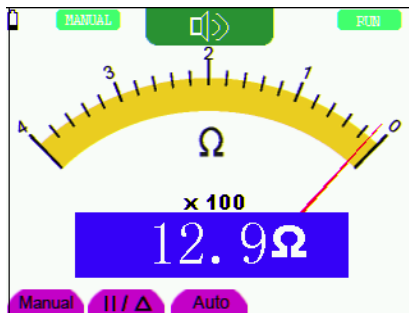

Рисунок 23. Прозвонка электрической цепи
4. Подсоедините красный и черный измерительные провода к обследуемой цепи. Если ее сопротивление окажется меньше 50 Ом, осциллограф подаст звуковой сигнал, а на дисплее отобразится измеренное значение сопротивления цепи (см. рисунок 23).